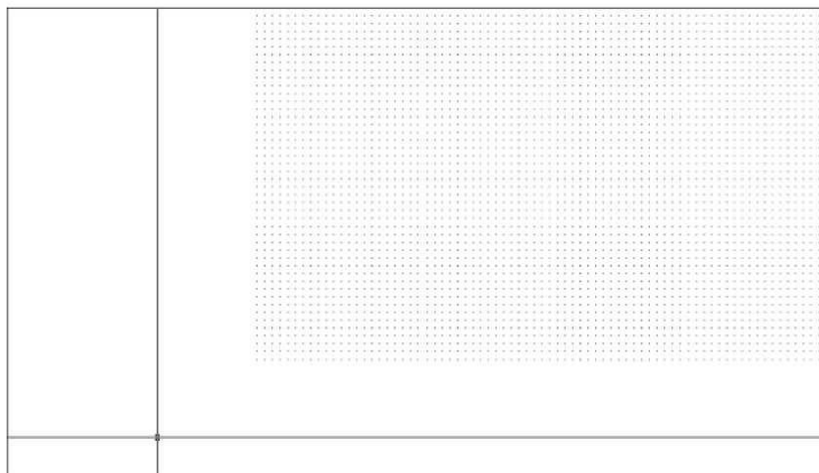

Рис.6 Сетка после увеличения границ чертежа
4. Как только вы введете координаты правого верхнего угла, сетка существенно увеличится в размере, выйдя за пределы области черчения (рис.6). Как вы уже знаете, для того, чтобы увидеть всю сетку, нужно увеличить масштаб изображения. Для этого можно воспользоваться инструментами Уменьшить (Zoom In) или Зумировать в